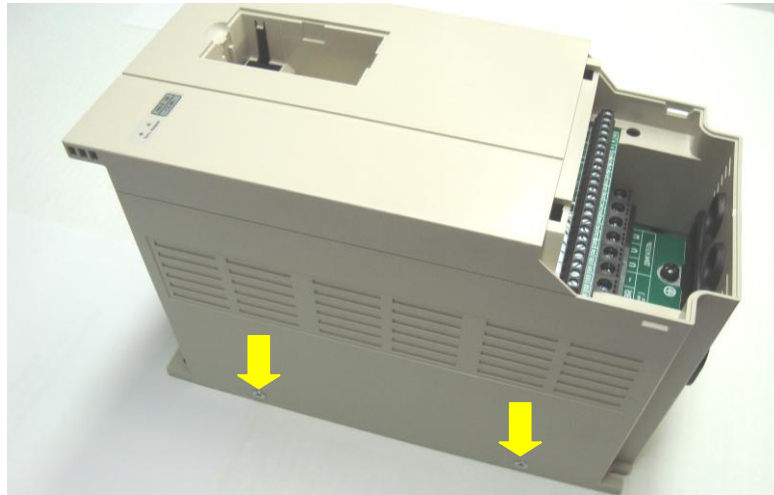

Рис. 6.2
6.2.2 Выкрутить по два винта с правой и левой боковых сторон корпуса (желтые стрелки, рис. 6.2).